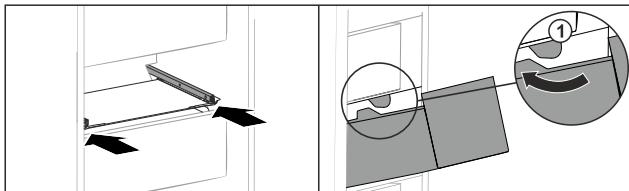

Fig. 146
- Predal speljite okrog zaustavljalnikov Fig. 146 (1).